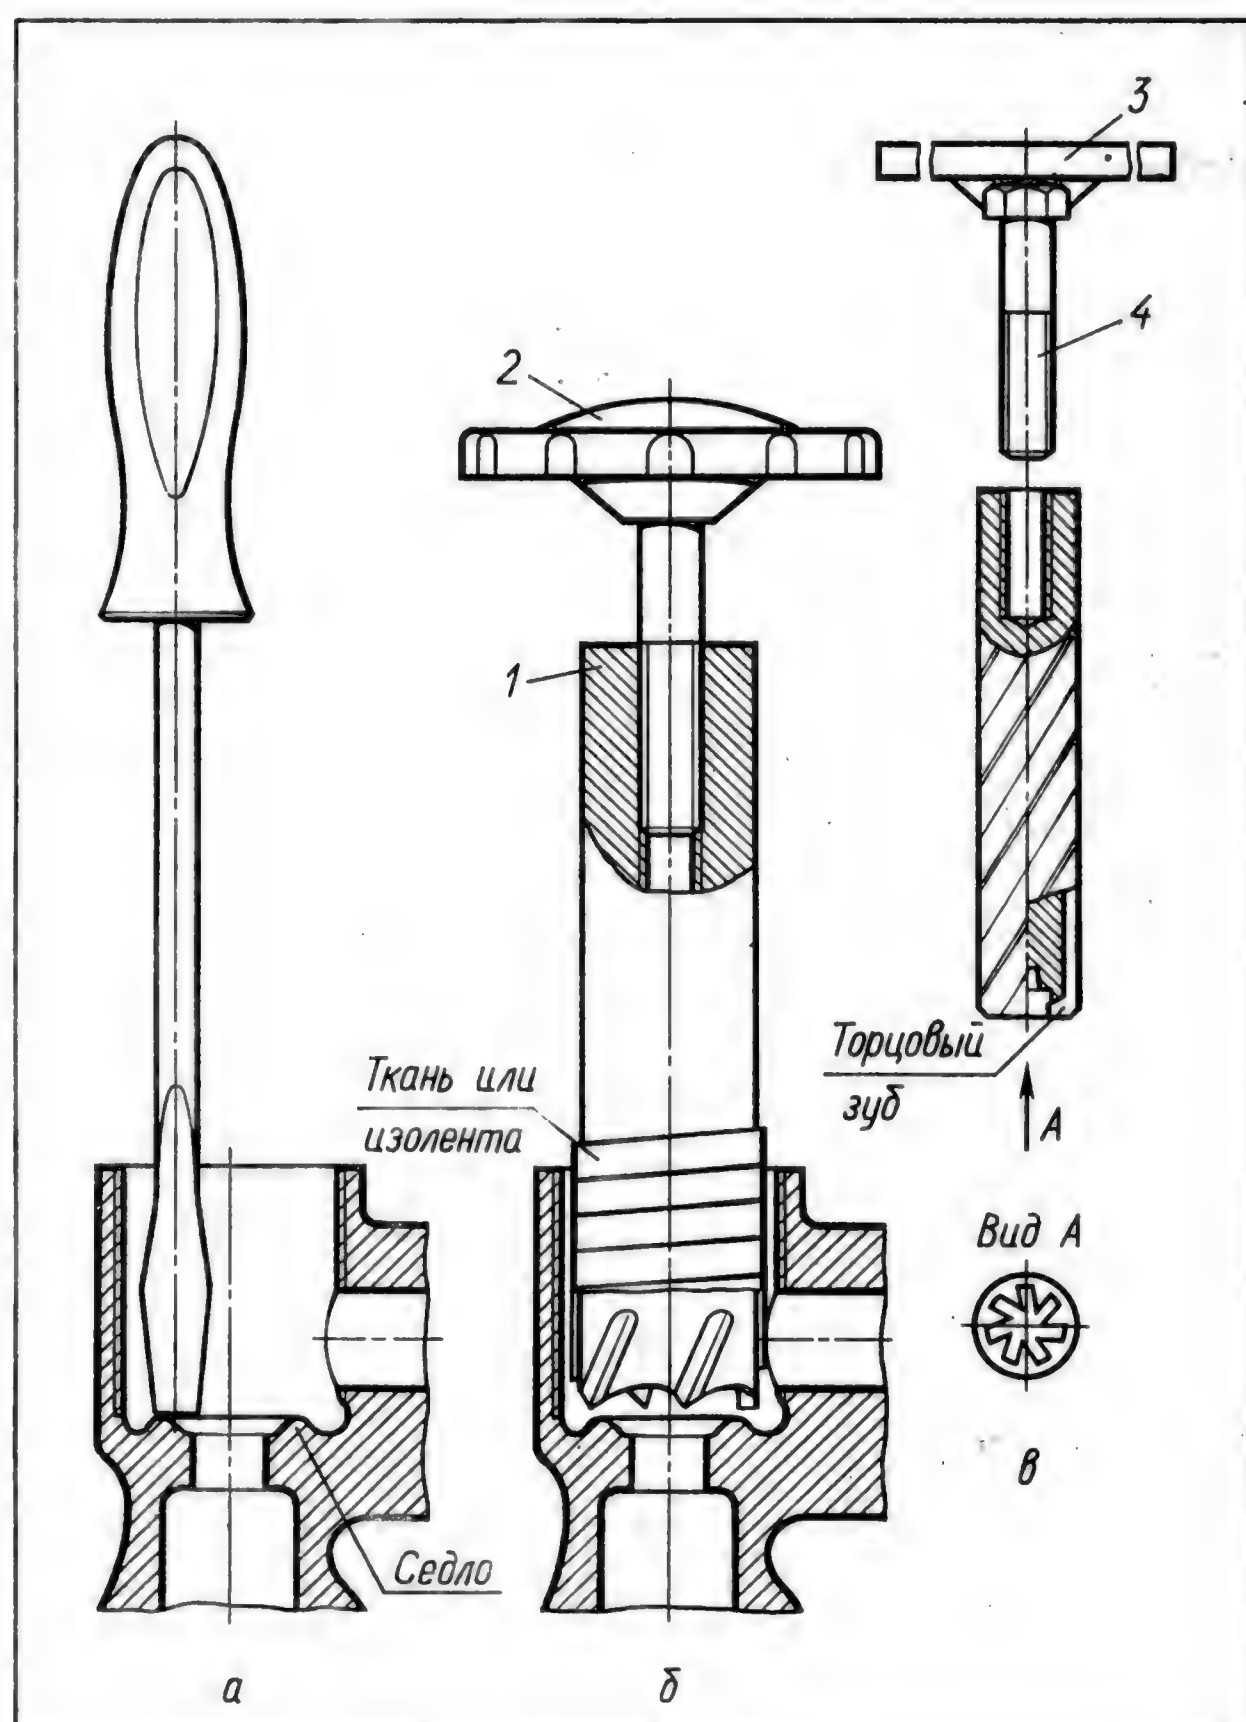

Рис. 19. Методы устранения радиальной канавки в седле боковины смесителя пробкового типа или на седле корпуса смесителя другого типа
канавка в седле. Несколько вывинтив маховик, выкручивайте вентильную головку. Канавку в седле можно определить несколькими способами. Самый простой — ногтем мизинца. Но если канавка глубиной около 0,1 мм, то таким путем ее ощутить нельзя. При хорошем рассеянном освещении канавка на седле видна. Для фокусировки освещения можно использовать зеркало. Для перепроверки наличия канавки используйте отвертку. Просуньте ее так, чтобы она расположилась по радиусу отверстия для входа воды. Проведите лопаткой отвертки по седлу. Канавка сразу ощутится. Если глубина канавки не более 0,3 мм, то есть временный выход. Лопаткой отвертки соскребите острые края канавки (рис. 19, а). В клапан вставьте прокладку из нетвердой резины толщиной в 4—6 мм. Вкрутите вентильную головку в боковину. Откройте вентиль и при пользовании более туго заворачивайте маховик.
2. Если нет боковины с целым седлом, применяйте второй метод. Он заключается в строгании вершины седла до тех пор, пока не будет уничтожена канавка и вместо округлой вершины седла не останется плоское кольцо. Иногда канавка слишком глубока и приходится сострагивать седло полностью. Прокладка в клапане тогда вместо кольцевого выступа будет упираться в плоскость с отверстием посередине. Строгать удобнее всего концевой фрезой 1 диаметром 16 мм (рис. 19, б). Ее можно купить в магазинах «Инструмент». Используйте торцовую часть фрезы, а боковые острые кромки на образующей фрезы обмотайте тканью или изолянтной, чтобы они не повредили резьбы на боковине.